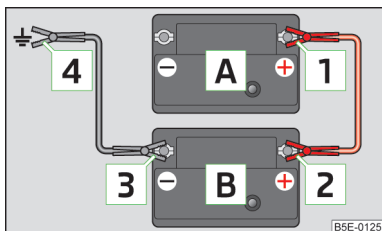

Abb. 149
- Die Klemme **1** am Pluspol der entladenen Batterie **A** > Abb. 149 befestigen.